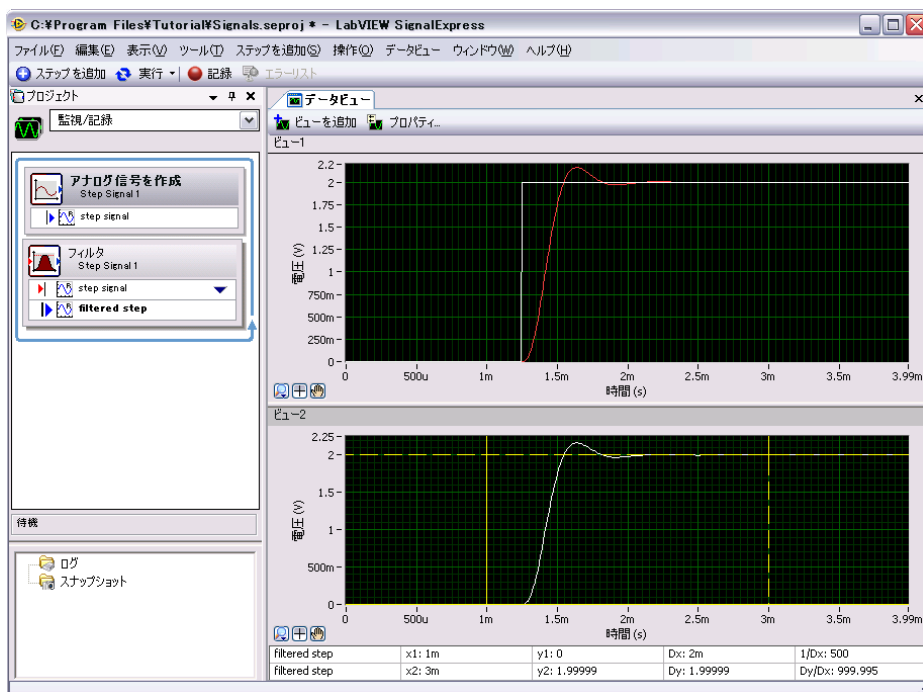

図 3-1 Signals.seproj
- 新しいビューを右クリックし、ショートカットメニューから**表示項目→カーソル**を選択して、図 3-1 のような 2 つの対話式カーソルを表示します。